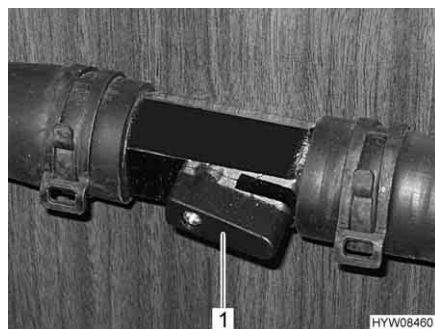

Fig. 108 Rubinetto aperto
- Posizionare la leva (Fig. 108,1) parallelamente alla tubazione (Fig. 108). Più il rubinetto viene aperto, maggiore è la prestazione del riscaldamento.
- Posizionare la leva (Fig. 108,1) verticalmente rispetto alla tubazione. Il circuito di riscaldamento funziona mediante la tubatura di bypass.